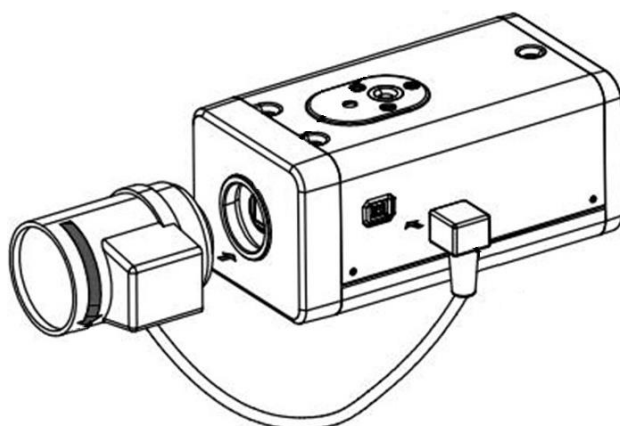

Рисунок 5.2
5.3.2 Присоедините объектив и поверните его по часовой стрелке для надежного закрепления (рис.5.2).
Если вы используете объектив с автоматической регулировкой диафрагмы, вставьте разъем кабеля объектива в разъем АРД (автоматическая регулировка диафрагмы) на боковой панели устройства (рис.5.2).